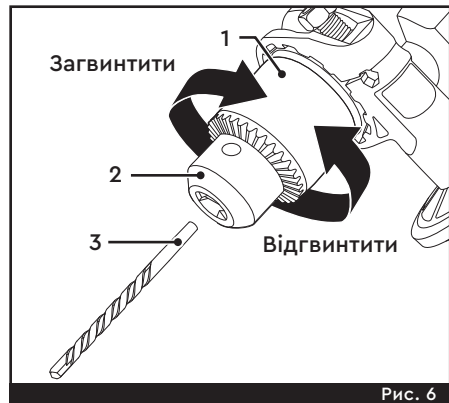

Рис. 6
– Відгвинтіть вручну муфту (1) для розведення кулачків патрона (2) (Рис. 6).
– Встановіть приладдя (3) у відповідний отвір у патроні (2) (Рис. 6).
– Зафіксуйте приладдя (3), закрутивши вручну муфту (1) патрона (Рис. 6).